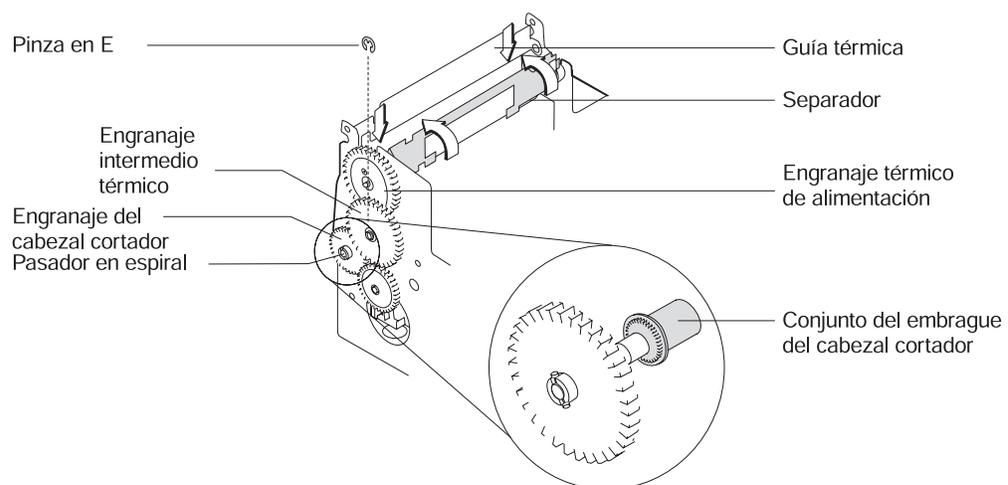

Figura 4-55. Extracción de los engranajes del cabezal cortador
3. Extraiga el **pasador en espiral** que retiene el **engranaje del cabezal cortador** y extraiga dicho engranaje del cabezal cortador. Consulte la Figura 4-55.